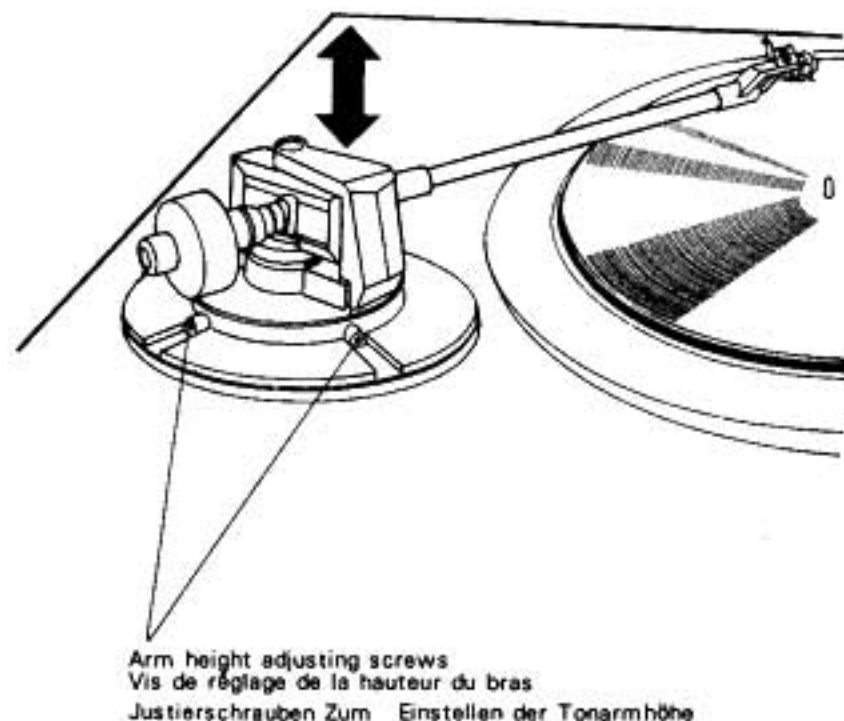

Fig. 22 Abb. 22
- ① Turn on () the power switch. Press the lifter button to lower the arm.
- ② Place the cartridge stylus on the record surface, loosen the tonearm height adjusting screws (see Fig. 22) with the attached screw driver, move the whole tonearm higher or lower in order to obtain a parallel condition between the arm tube and the record disc surface.
- ③ After the adjustment, tighten the screws.
- ④ When the tonearm height is adjusted, be sure to perform the "Lead out adjustment".
- ① Mettez en marche (■) l'interrupteur général. Appuyez sur le bouton du lève-bras pour abaisser le bras.
- ② Placez la pointe de la tête de lecture sur le disque. Desserrez les vis de réglage de la hauteur du bras de lecture (Cf. Fig. 22) à l'aide du tournevis joint. Déplacez le bras de lecture entier plus haut ou plus bas, afin que le tube du bras et la surface du disque soient parallèles.
- ③ Après le réglage, serrez les vis.
- ④ Lorsque la hauteur du bras de lecture est réglée, assurez-vous d'effectuer un "Réglage de sortie"
- ① Betätigen Sie den Netzschalter (■). Drücken Sie die Tonarm-Lift-Taste zum Senken des Tonarm-Liftes.
- ② Senken Sie das Tonabnehmer-System auf die Schallplatten-Oberfläche. Lösen Sie die Justierschrauben zur Einstellung der Tonarmhöhe (siehe Abb. 22). Verwenden Sie dazu bitte den dem Gerät beiliegenden Schraubenzieher. Stellen Sie den kompletten Tonarm höher oder niedriger ein, so daß Tonarmrohr und Schallplatten-Oberfläche parallel zueinander sind.
- ③ Nach Beendigung der Justierung ziehen Sie die Schrauben wieder fest.
- ④ Sobald die Tonarmhöhe justiert ist, nehmen Sie bitte die "Justierung des Ausschaltpunktes" vor.